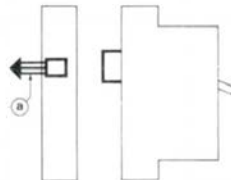

Fig. 3
■ **en version disjoncteur débrochable ou déconnectable** sur la partie fixe du bloc fils fins, montée sur le socle débrochable ou déconnectable (fig. 3).
- **entr'axe de fixation au pas de 60 mm** pour C125N/LB/L, C160N/H/L, C250N/H/L, C400N/H/L, C630N/H/L (Fig. 3).
- par bornes ou câbles équipés de cosses serties, ou câbles nus, avec plages équerre et bornes (fig. 3).